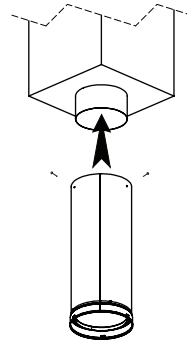

Figure 4
- Prolongement de conduit intégré (Figure 4)